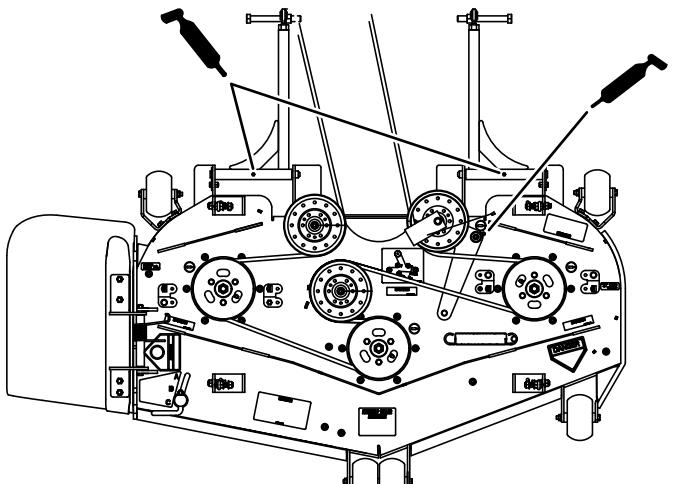

Figura 40
4. Engrase el brazo tensor de la carcasa del cortacésped (Figura 40).
5. Lubrique los puntos de engrase de los brazos de empuje (Figura 40).